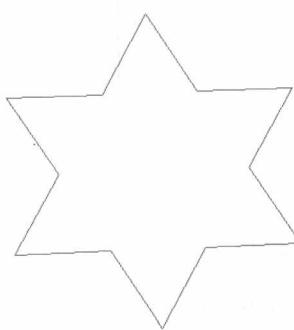

图 1-14 六角星效果
(9) 用同样的方法，我们可以绘制六角星效果，如图 1-14 所示。